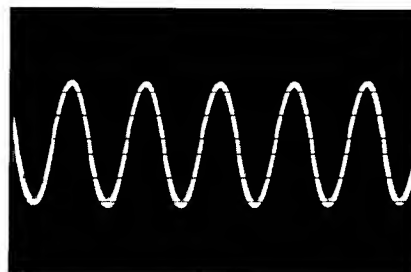
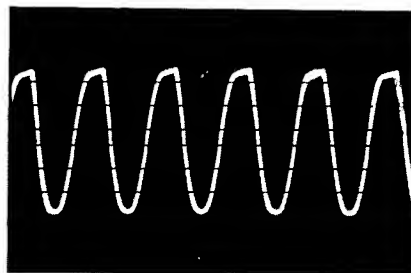

Bild 13 Klirrfreies NF-Ausgangssignal
Bild 14 NF-Ausgangssignal mit Begrenzungserscheinungen. Hoher Klirrfaktor.
**Bild 13** zeigt eine relativ klirrfreie Ausgangsspannung, während in **Bild 14** Begrenzungserscheinungen im NF-Verstärker angezeigt werden.